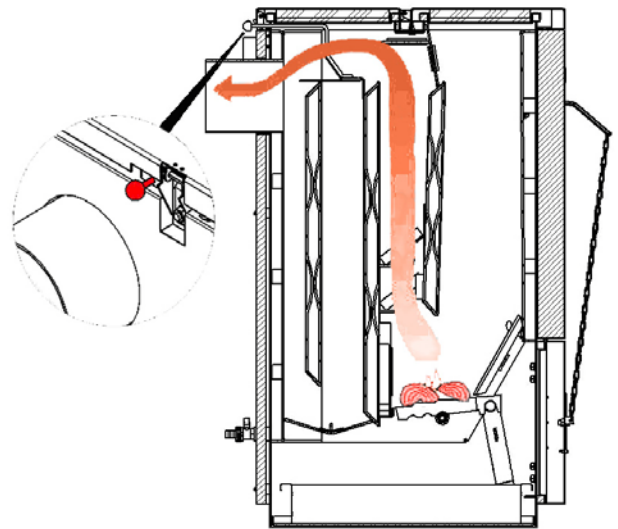

Рис. 15 Положение растопочной заслонки при розжиге
- Для увеличения тяги в котле открыть растопочную заслонку (рис. 15).